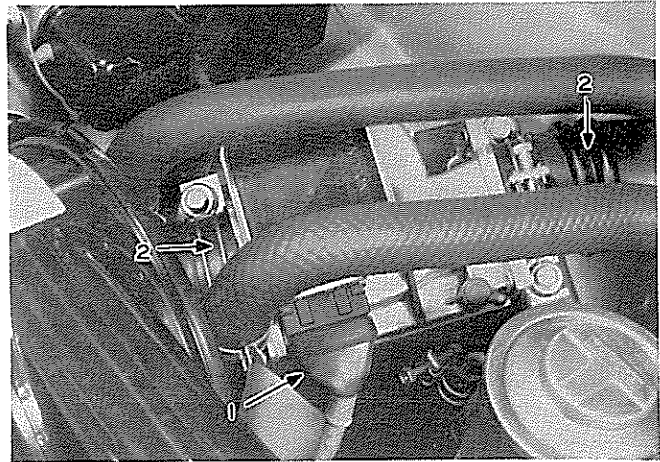

図3-3-7 エア フロー メータ取りはずし
- ④ スロットル バルブ開閉時スムーズであること。
- ⑤ スロットル バルブ全閉位置で、スロットル ストップ スクリュとスロットル レバーにすき間がないこと。
- ⑥ スロットル バルブ全閉位置でバキューム アドバンサ用 6 番ポートが、スロットル バルブに対して図3-3-7のような位置にあること。